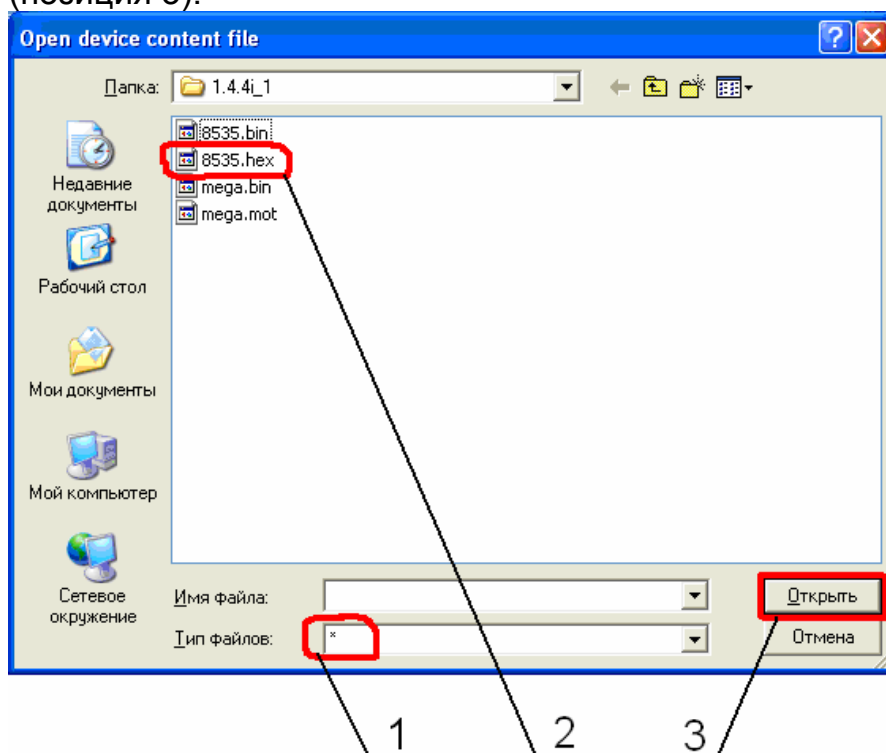

Рис. 8 – Окно Open device content file.
3.17 В появившемся окне (рисунок 8) в поле Тип файлов выбрать «*» (позиция 1), выбрать файл 8535.hex (позиция 2), нажать кнопку «Открыть» (позиция 3).